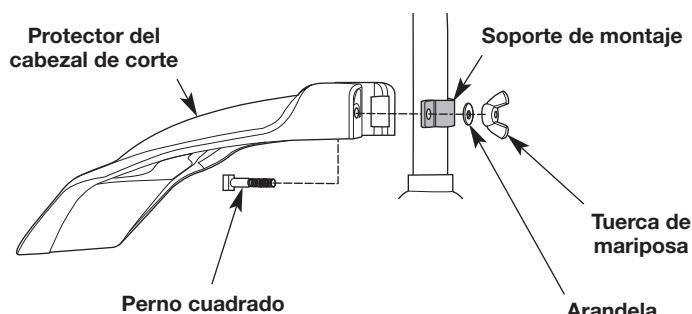

Fig. 2
4. Inserte el perno cuadrado dentro del orificio que está debajo del protector del cabezal de corte (Fig. 2). Oprima el perno cuadrado para que pase a través del protector del cabezal de corte y el soporte de montaje.
5. Coloque la arandela sobre el perno cuadrado (Fig. 2).
6. Atornille la tuerca de aleta en el perno cuadrado hasta que el protector del cabezal de corte quede firme en su lugar (Fig. 2).